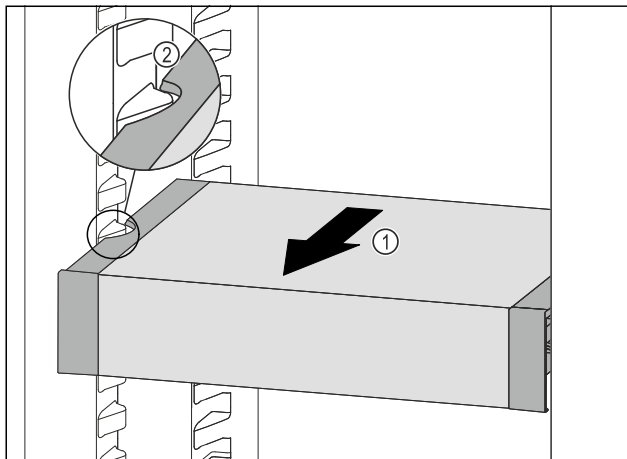

Fig. 248
- Tirare VarioSafe in avanti Fig. 248 (1) fino a quando le cavità laterali di VarioSafe non si trovano al livello della nervatura del contenitore nel vano frigorifero. Fig. 248 (2)